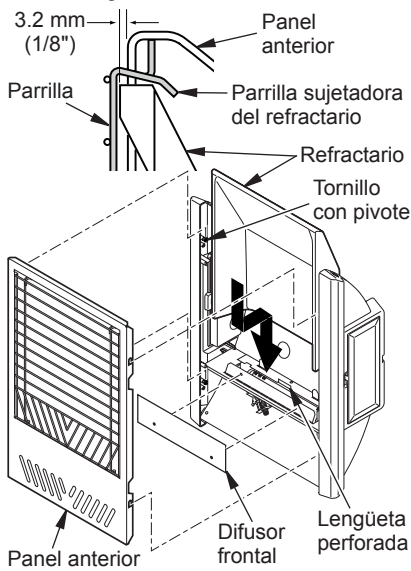

Figura 15 - Instalación del panel anterior y del refractario
1. Levante el refractario con cuidado y colóquelo en el calentador. Tenga cuidado de no dañar el refractario. Asegúrese de que el refractario descanse detrás de la lengüeta perforada. (consulte la figura 15). Si el refractario está dañado, llame al número telefónico que aparece en la sección *Piezas de repuesto*, en la página 21.
2. Instale un difusor frontal como se muestra en la figura 15.
3. Instale el panel anterior del calentador encajando las ranuras de cada lado en los tornillos con pivote (consulte la figura 15).
4. El refractario debe ser colocado de tal manera que la parte superior quede orientada hacia afuera sostenida por la parrilla sujetadora del refractario. El refractario debe extenderse hacia afuera aproximadamente 3.2 mm (1/8") desde el plano de la cara frontal (consulte la figura 15). Si el refractario no se extiende más allá de la cara frontal, el panel anterior puede sufrir una decoloración.